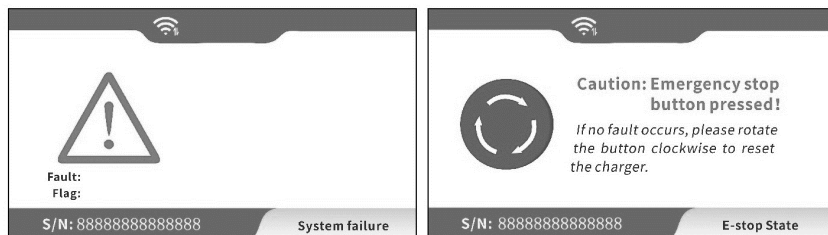

Рис. 6-4 Отображение состояния неисправности
- Если процесс зарядки завершается неудачно или оборудование выходит из строя, изображение, отображаемое на ЖК-экране, показано на рис. 6-4.